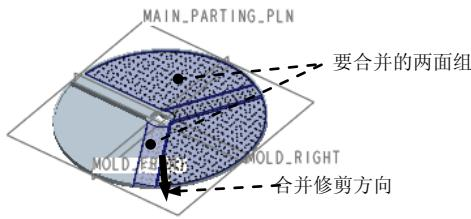

图 5.21 定义合并方向
- (1) 按住 Ctrl 键, 选取图 5.21 所示的两个面组为合并对象。
- (2) 单击 **分型面** 操控板中 **编辑** \downarrow 区域的 **合并** 按钮, 此时系统弹出“合并”操控板。
- (3) 定义合并修剪的方向, 调整合并方向, 如图 5.21 所示。
- (4) 在“合并”操控板中单击 \checkmark 按钮。